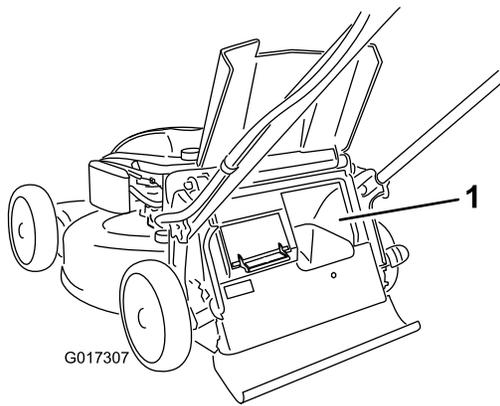

Figure 17
**Important:** Pour que le ramassage s'effectue correctement, enlevez les déchets d'herbe et autres qui se trouvent sur le volet de ramassage sur demande et l'ouverture (Figure 17) avant de changer la position du levier de ramassage sur demande.